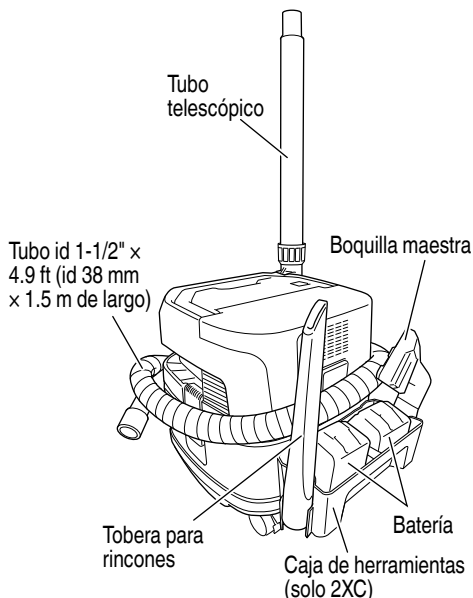

Fig. 26
(5) **Cuando el aparato está almacenado (Fig. 26)**